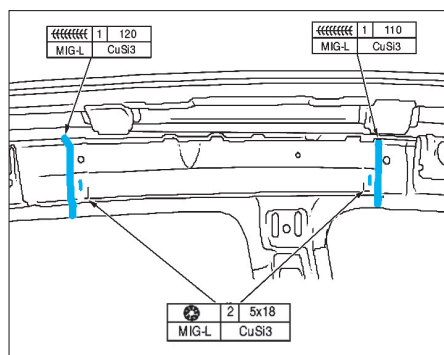

FIG. 82
- Souder les 2 trous oblongs de la partie supérieure de renfort de montant B (fig. 82).